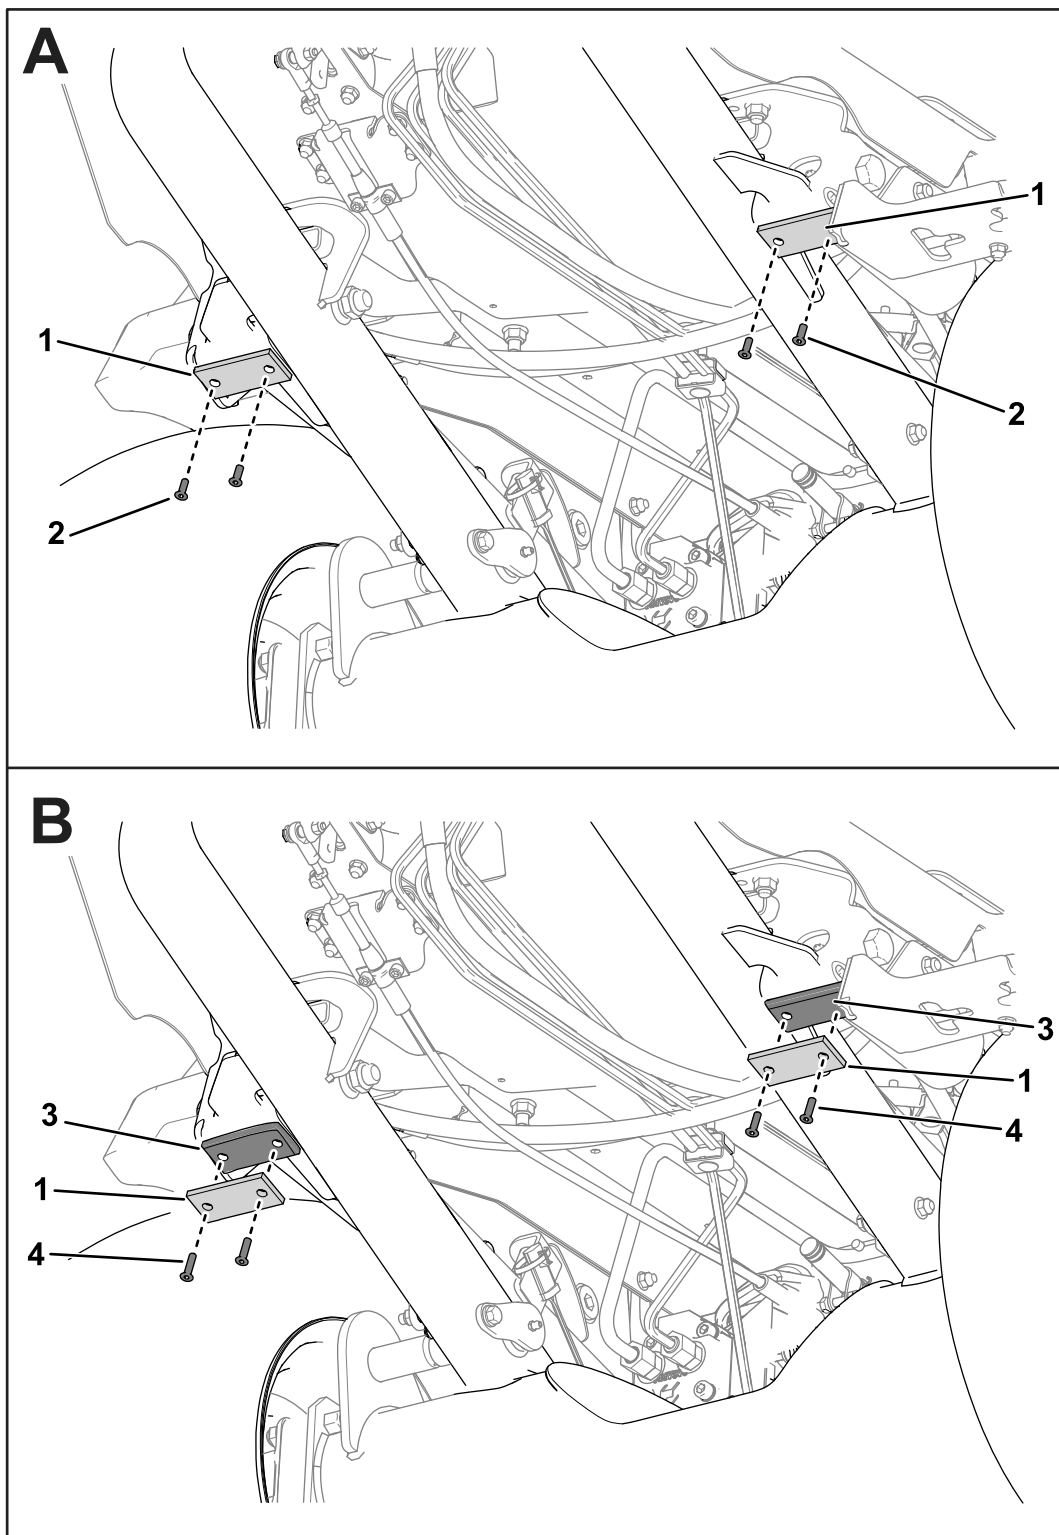

Figura 17
1. Sub asiuul frontal, îndepărtați uruburile existente (¼") și plăcuțele din cauciuc de pe asiu (Figura 17).
2. Utilizați uruburi noi (¼" × 1¼") pentru a fixa distanțierele și plăcuțele din cauciuc pe asiu (Figura 17).